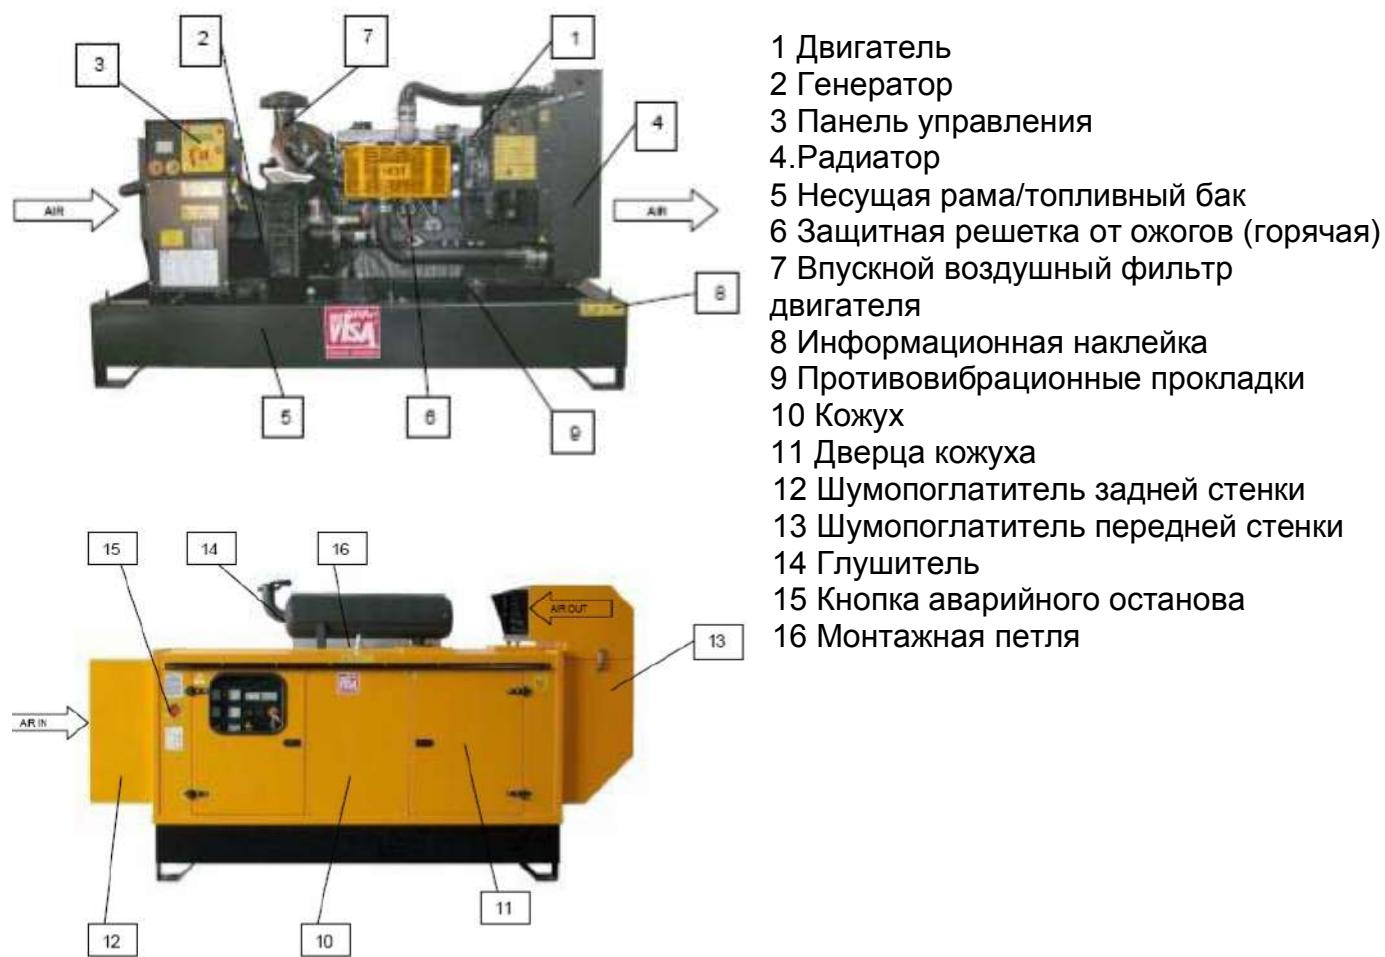

Рис.1 Основные части
2.2 Двигатель (компонент № 1 рис.1)
2.3 Генератор (Компонент №2 рис.1)
2.4. Несущая рама/топливный бак (Компонент № 5 рис.1)
2.5. Панель управления (Компонент №3 рис.1)
2.6. Кожух (компонент 10 рис.1)
2.7.1. Выхлопные глушители (компонент 14 рис.1)